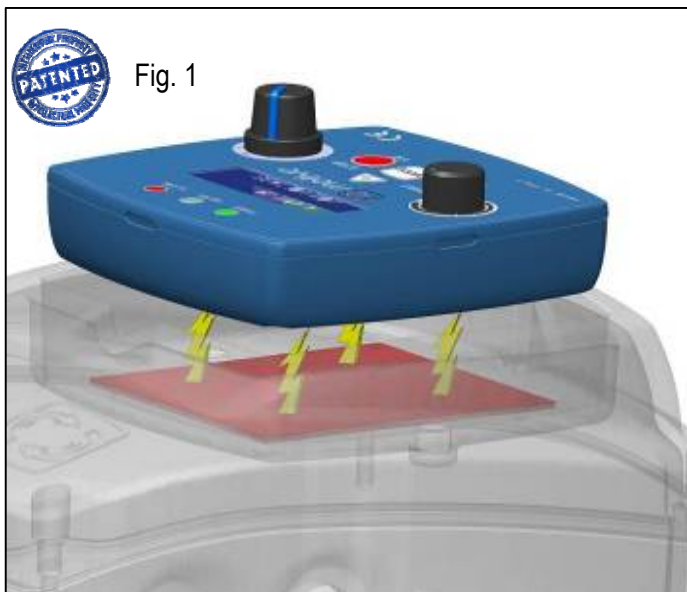

Fig. 1
(Fig.2), avec commande amovible et à distance (sans fil), alimenté par induction (Fig.1) lorsqu'il est placé dans son compartiment sur le moteur ou à batterie lithium rechargeable (Fig.14). NEO-WiFi possède les performances les plus avancées par rapport aux autres variateurs et, grâce à ses solutions innovantes, c'est un système intégré clé en main compétitif et intuitif dont tous les composants, le moteur, le variateur, la commande ont été conçus pour un usage à l'extérieur, avec télécommande de série. Les fabricants des pompes, des ventilateurs et d'autres machines peuvent ainsi offrir un produit fini "prêt à
- l'adoption d'un système d'alimentation à induction (Fig.1) plutôt que des connexions "mâle-femelle",